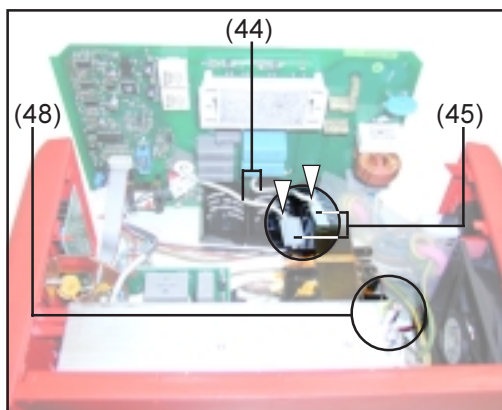

Abb. 10
- Zur Positionierung des Prints LCA15 (1) die Schraube M4 (43) von Hand leicht in den Erdungsbolzen M4x17 (48) - Abb.10 einschrauben